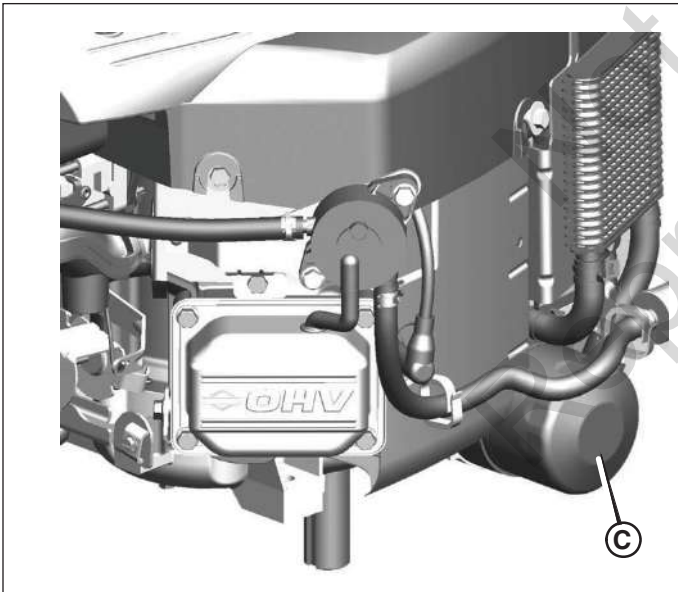

Figura 14
2. Remueva el filtro de aceite (**C**, Figura 14) y deséchelo de manera adecuada.